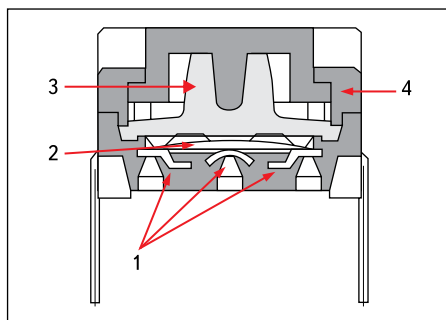

Рис. 4. Устройство выключателя Multimes: 1 — контакты; 2 — мембрана; 3 — силиконовый толкатель; 4 — корпус кнопки
Внутренняя конструкция кнопок Multimes сильно отличается от конструкции обычных тактовых кнопок (рис. 4). Как же их изготавливают? Изначально берется стальной лист и из него штампом вырубается контакты нужной формы (1). Затем контакты покрываются серебром. На контакты по центру корпуса кнопки устанавливается металлическая мембрана (2). Самая интересная часть — силиконовая вставка (3), которая играет роль внутреннего толкателя. Такая конструкция отличается тем, что даже при очень сильном нажатии мембрана не ломается за счет дефор-